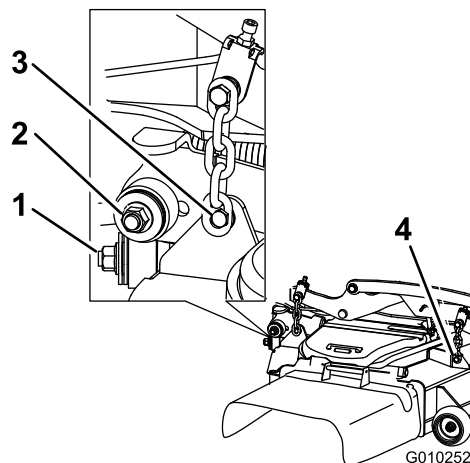

Figure 115
7. Enlevez et mettez de côté les fixations des deux côtés du tablier, comme montré à la Figure 115.